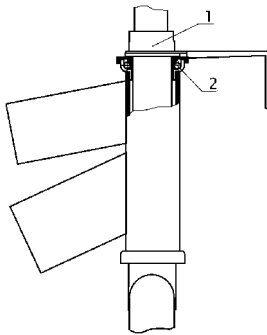
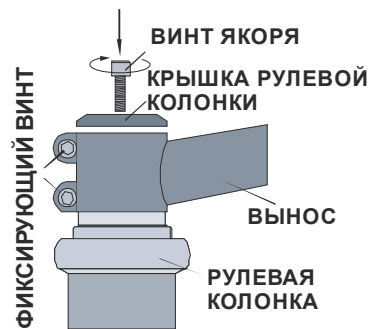

Рис. 4.1
Рис. 4.2
- сначала определить тип Вашей рулевой колонки (**Рис. 4.1, Рис. 4.2**), затем произведите сборку;
Для устранения люфта или тугого хода в подшипниках передней вилки (*рис. 4.1*) отверните контргайку 1 на 1-2 оборота, затем подтяните конус 2 и снова затяните контргайку 1.
Убедитесь, что все сборочные единицы рулевой колонки собраны правильно и стоят на своих местах (*рис. 4.2*). С помощью винта якоря произведите затяжку рулевой колонки до уровня, когда вилка вращается в рулевой легко и без люфта. Выровняйте вынос относительно колеса и затяните фиксирующие винты.